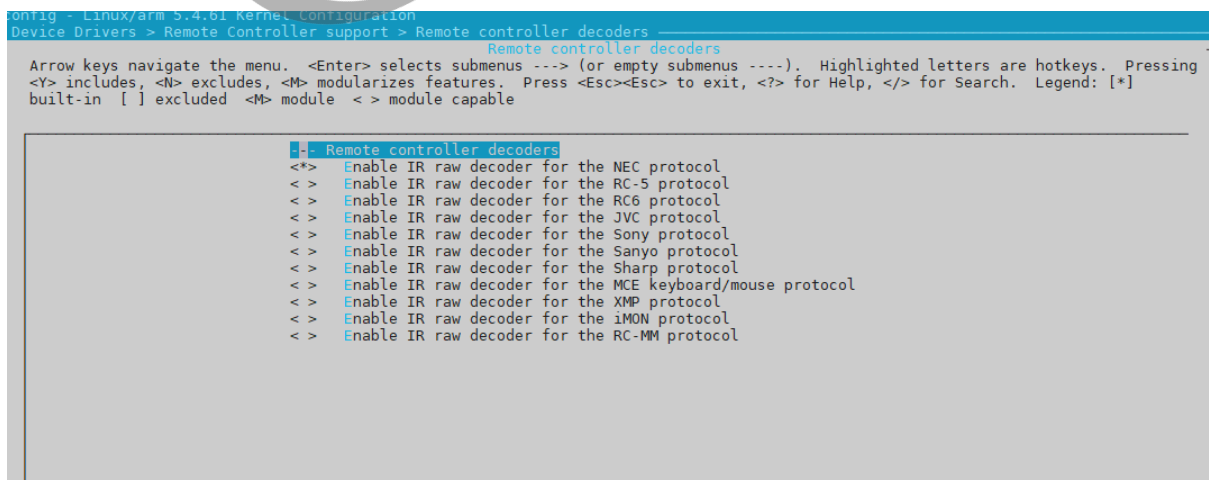

图 4-6: Linux-5.4 decoders 选择界面
2. 进入 Remote controller decoders 页面，选择所要支持的 IR 协议，这里选择的是 NEC 协议，如图 4.6 所示：